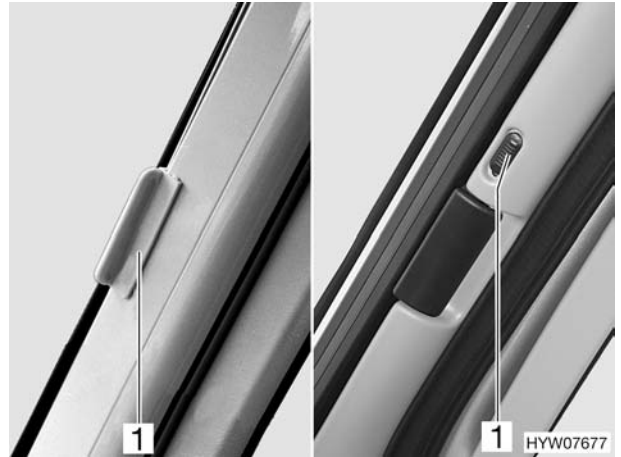
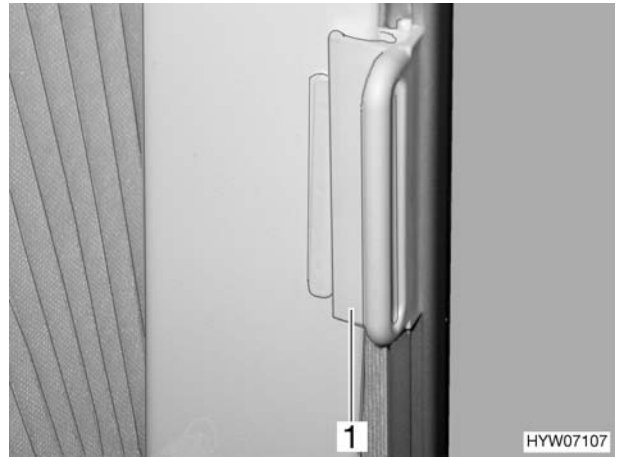

Bild 32 Verriegelung Faltverdunklungen Frontscheibe
Bild 33 Verriegelung Faltverdunklungen Fahrer-/Beifahrerfenster
- ▶ Während der Fahrt müssen die Faltverdunklungen für die Frontscheibe, das Fahrerfenster und das Beifahrerfenster geöffnet und mit der Verriegelung (Bild 32,1 bzw. Bild 33,1) gesichert sein.